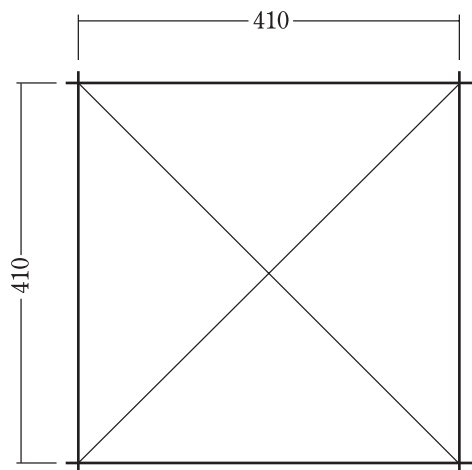

図1 開口寸法
- ① 内箱の寸法より、タテ・ヨコとも10mm程度大きめの穴をあけておく。(上図1参照)
- ② 差入口と内箱をセットする。
- ③ スペーサーを用いて、セットした受箱を水平に設置し、すき間にモルタルを詰め固定する。
- ④ 見切りをまわし、壁(塀)を仕上げる。
- ⑤ ポスト設置後、付属のスノコを入れて下さい。